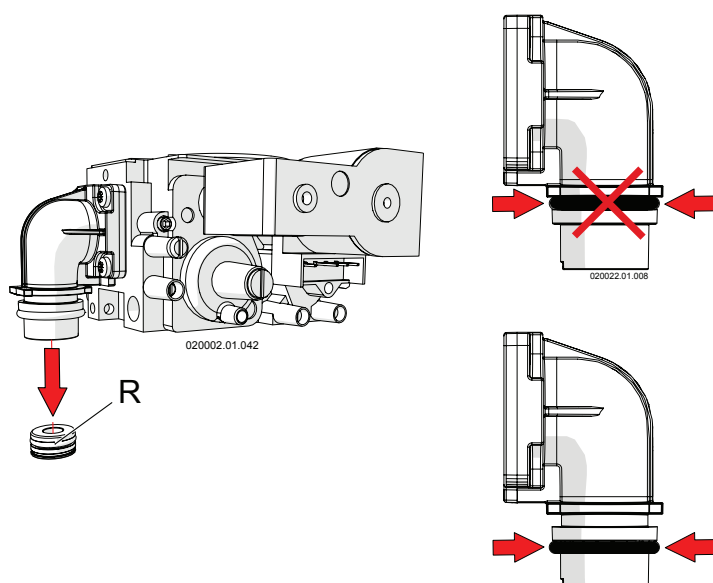

Figura 6-4 - Sostituzione ugello gas e verifica corretta posizione OR
- 10.-sostituire l'ugello del gas "R" (Figura 6-4) con quello indicato nella tabella (Figura 6-6) alla voce "Diametro ugello gas";